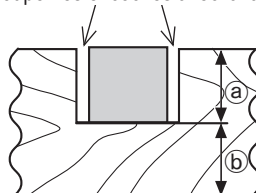

Fig. 44
Les encoches dans les pièces se découpent comme indiqué à la Fig. 44 en réglant le boulon de réglage de la profondeur de 6 mm.
- (2) Régler la profondeur de coupe voulue en réglant la distance entre la lame et la surface du plaque tournante (voir **Ⓓ** à la Fig. 44).